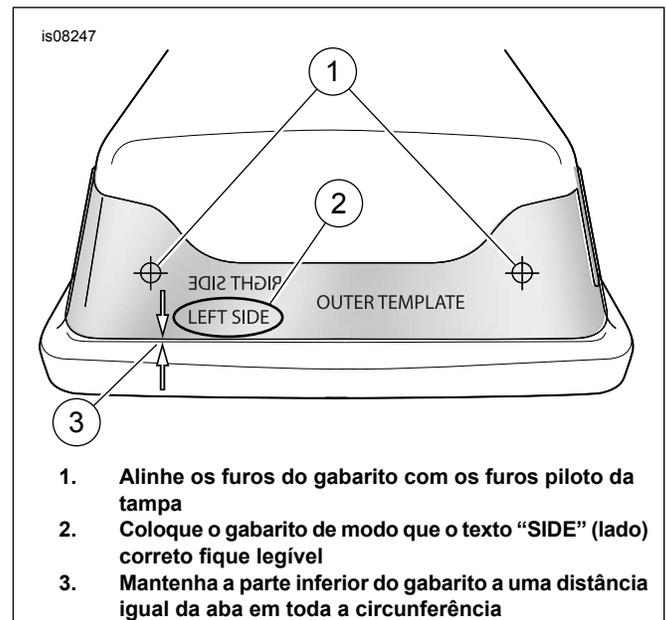

Figura 7. Posicionamento do gabarito externo
7. Pegue o "OUTER TEMPLATE" (gabarito externo) do kit. Coloque o gabarito na frente da tampa do alforje com o texto "SIDE" (lado) correto legível e com os dois furos internos alinhados com os furos piloto feitos no passo 5. Veja Figura 7. Enrole as duas extremidades do gabarito ao redor dos cantos dianteiros da tampa do alforje, mantendo a parte inferior do gabarito a uma distância igual da aba, de uma extremidade a outra. Remova qualquer saliência do gabarito e fixe-o com fita de modo bem firme no local adequado, na parte externa da tampa do alforje. Certifique-se de que o gabarito esteja alinhado direito.